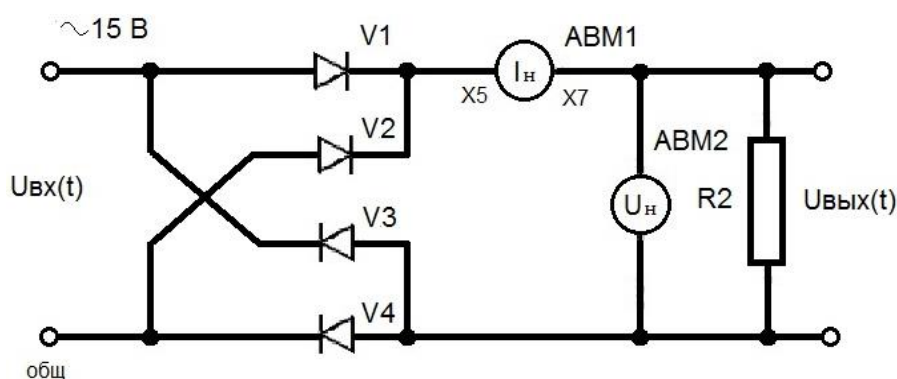

Рис. 2.37. Мостовая схема двухполупериодного выпрямителя
1. Установить на лабораторном стенде 87Л-01 плату № 9 и собрать схему по рис. 2.37 с помощью съемных элементов V1 – V4 (диоды КД103А), резистор R2 (300 Ом), перемычка; подключить миллиамперметр АВМ1, вольтметр АВМ2. Получив разрешение преподавателя, подключить питание к схеме.